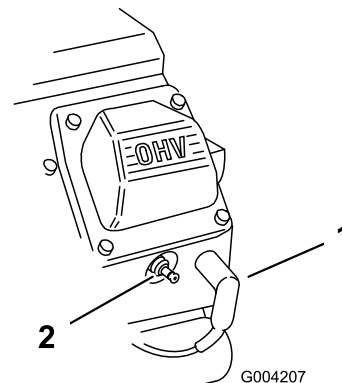

Figure 164
2. Débranchez les fils des bougies (Figure 164).